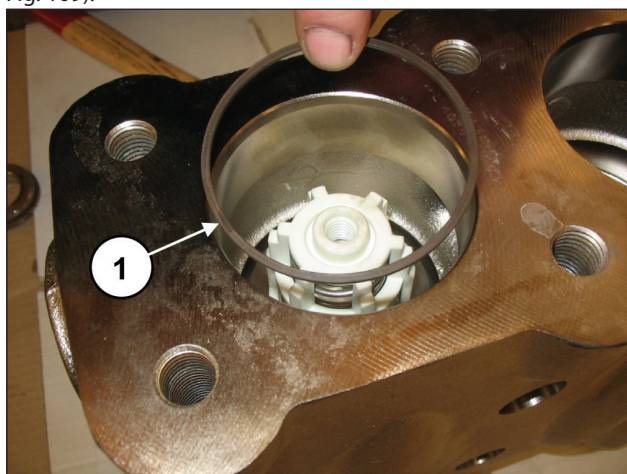

Fig. 109
Inserire l'anello antiestrusione, pos. esploso n. 16 (pos. ①, Fig. 109).